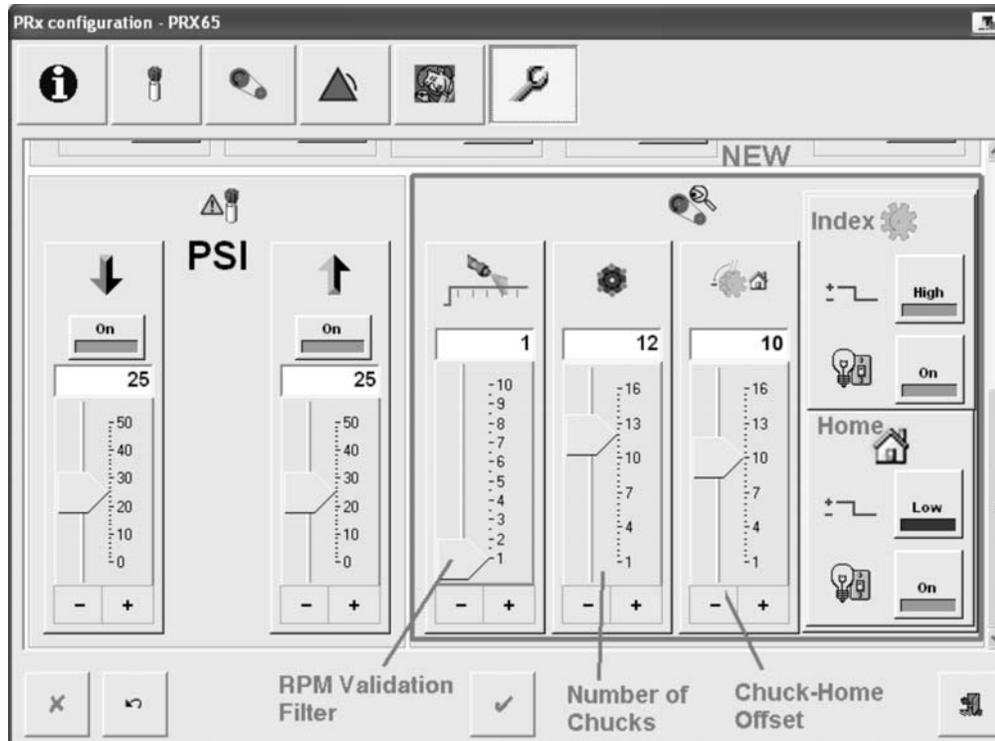

Abbildung 7 Servicemenü im Fenster *PRx configuration* (*PRx-Konfiguration*) (für den Fall in Abbildung 6)
3. Siehe Abbildung 7. Über die iTRAX Bedienerchnittstelle im Fenster *PRx configuration (PRx-Konfiguration)* das *Servicemenü* öffnen, um die Einstellungen für *Chuck-Home Offset (Versatz Grundstellung Aufnahme)* anzupassen.
Um sicherzustellen, dass die Alarmer mit den richtigen Werten an einer Aufnahme-Drehvorrichtung korrespondieren, ermöglicht der *Drehzahl-Validierungsfilter* (dargestellt in Abbildung 7) dem PRx II-Modul die Unterscheidung von Werten, die erfasst werden, bevor die Aufnahme-Drehvorrichtung ausreichend Zeit hatte, die gewünschte Drehgeschwindigkeit zu erreichen. Über den *Drehzahl-Validierungsfilter* wird festgelegt, welches Drehzahlmessergebnis als erstes übernommen und im Abgleich mit den Alarmkriterien während des Sprühvorgangs berücksichtigt wird. Der Wert des *Drehzahl-Validierungsfilters* sowie sämtliche Messwerte, die während des Sprühzyklus ab Gültigkeit dieses Werts erfasst werden, werden im Abgleich mit den Alarmkriterien berücksichtigt.